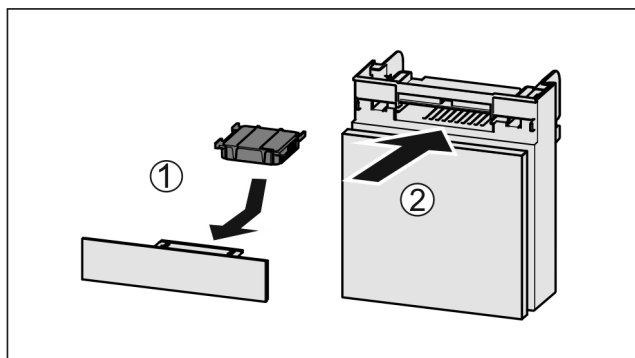

Fig. 183
- ▶ Filtr s aktivním uhlím vložte podle vyobrazení Fig. 183 (1).
- ▶ Zásuvku zasuněte Fig. 183 (2).